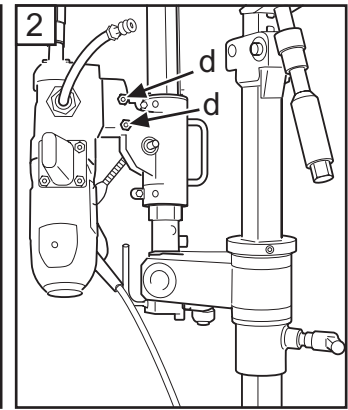

Fig. 13
3. Installare la foratrice nell'attacco rapido sull'alloggiamento alimentatore e serrare i dadi di bloccaggio conici (d) (fig. 13) con la chiave da 24 mm.
3. Die Bohrmaschine in die Schnellkupplung am Bohrwagen montieren und die konischen Sicherungsschrauben (d) anziehen, dazu den 24-mm-Schraubenschlüssel benutzen (Abb. 13).
3. Monter la foreuse dans la fixation rapide sur le carter d'alimentation et serrer les contre-écrous coniques (d) (Fig. 13) à l'aide d'une clé de 24 mm.
3. Monteer de boormachine in de snelbevestiging, zet de conische borgmoeren vast met een 24 mm sleutel (d) (Fig. 13).